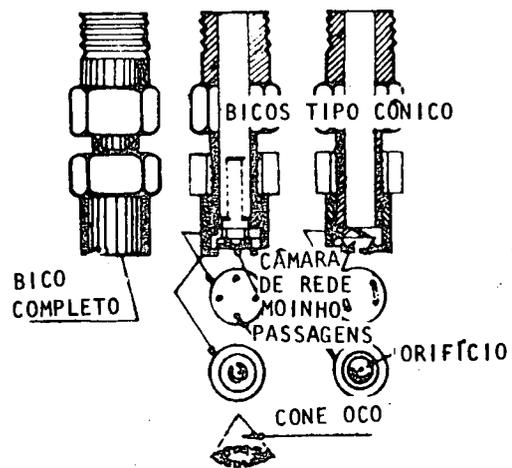

Fig. 8
*Bicos de tipo cônico (fig. 8).*